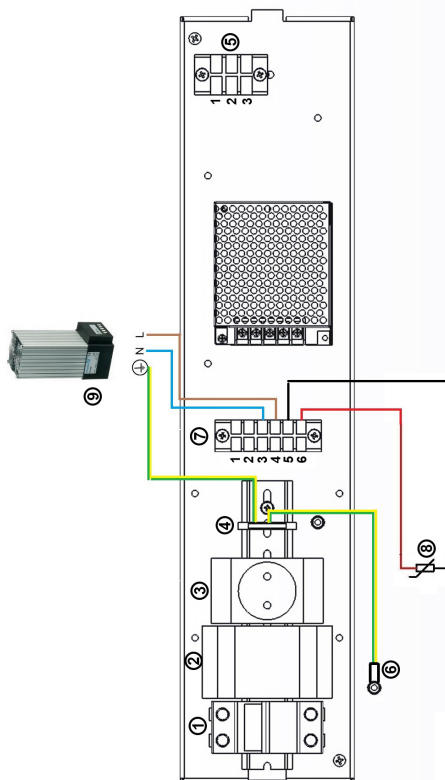

Рисунок 2
- Подключить шнур питания автомата к розетке (см.рис.2, поз.3);
- Подключить провода от термодатчика к контактам 5 и 6 клеммной колодки (см.рис.2, поз.7);
- Подключить синий и коричневый провода кабеля питания нагревателя к контактам 3 и 4 клеммной колодки (см.рис.2, поз.7);
- Подключить жёлто-зеленый провод к клеммной колодке (см.рис.2 поз.4).